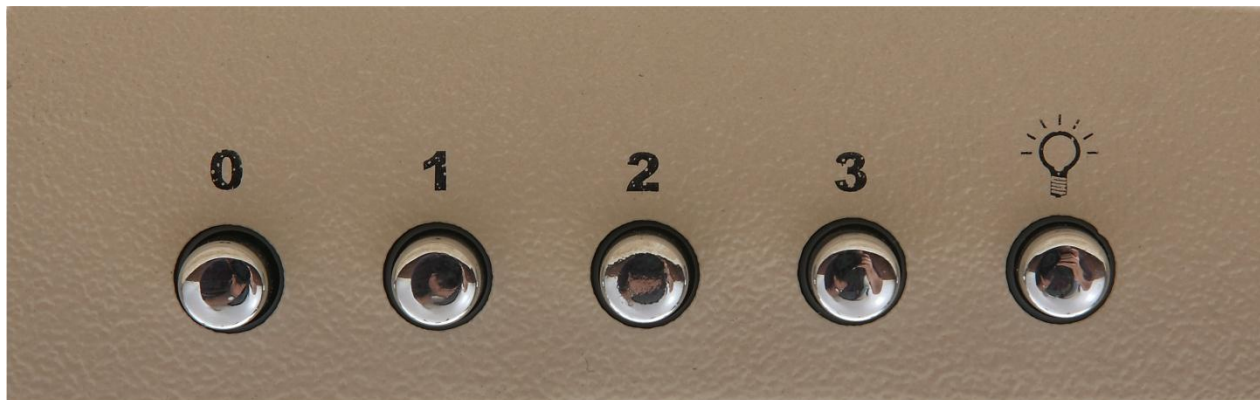

Рис.6
7.3 На нижней поверхности корпуса размещен кнопочвый переключатель режимов работы и включения ламп освещения (**рис.6**).